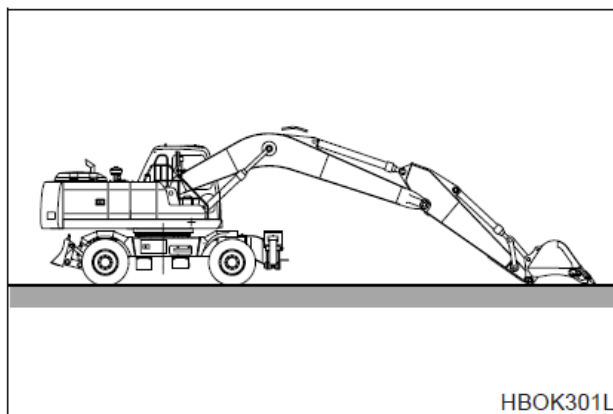

Рис. 13
- Установить машину на плотном ровном грунте. Опустить стрелу и установить ковш на грунт, как показано на рис. 13.